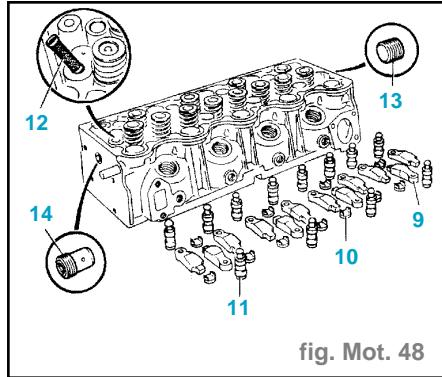

fig. Mot. 48
- la vis (6),
- le porte-arbre à cames (7), il est positionné sur la culasse par des gouilles cylindriques longues (8).
- Déposer, en repérant leur position (fig. Mot. 48) :
- les linguets (9),
- les guides linguets (10),
- les rotules hydrauliques (11),
- le filtre (12),
- le bouchon (13) du canal d'huile côté réchauffeur gazole,
- le clapet du canal d'huile (14).